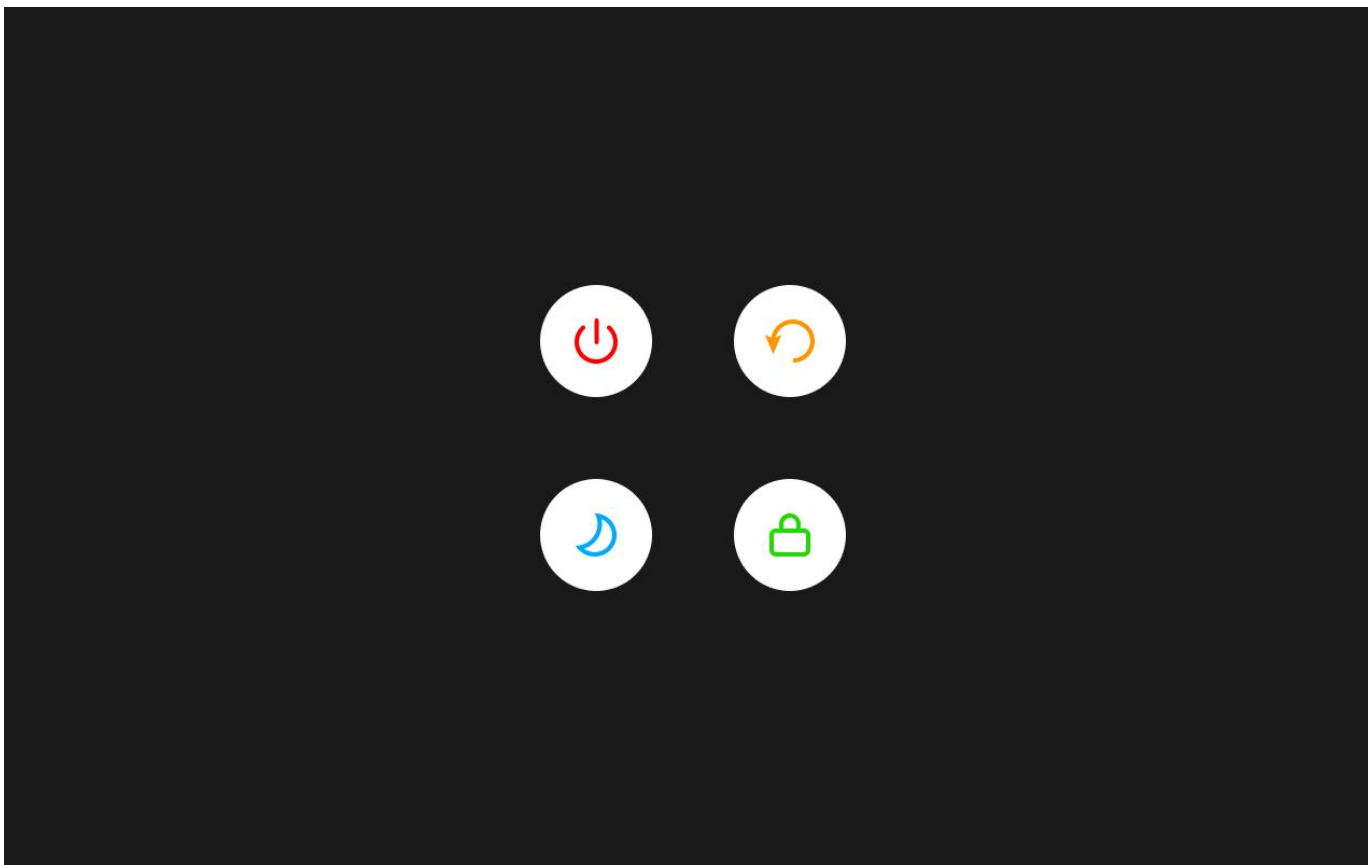

图 12-13 关机界面
长按或短按电源键^①，将进入关机界面，见图 12-13。包含 4 个选项：关机、重启、待机、锁屏。